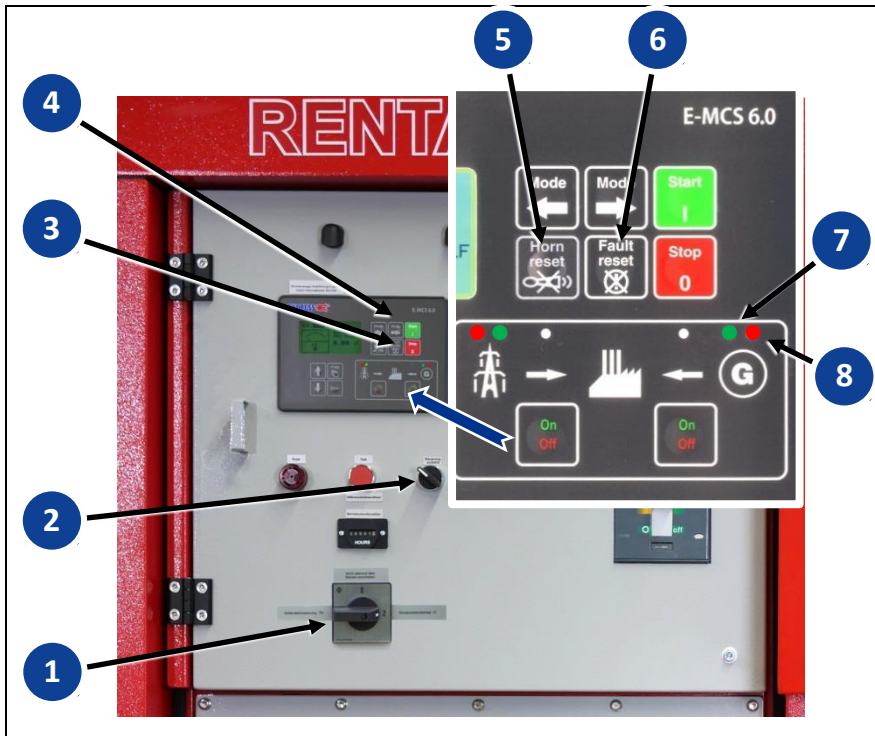

Abb. 6-2 Stromerzeuger starten und stoppen
2. STOP-Taste (Abb. 6-2-) einmal drücken. Der Motor geht in einen **Kühllauf** (Anzeige „Abkühlung“) und schaltet nach ca. zwei Minuten selbsttätig ab.
- ✓ Die Kontroll-LED (Abb. 6-2-**8**) leuchtet rot.
2. Schalten Sie den Warnton durch Drücken der Taste (Abb. 6-2-**5**) ab. Die Fehlermeldung bleibt dabei aktiv und gespeichert. Zum Deaktivieren der Fehlermeldung drücken Sie die Taste **6**.
- ✓ Die rote Kontroll-LED (Abb. 6-2-) erlischt.
Umschalter Betriebsart (Abb. 6-2- **1) NUR bei stillstehendem Stromerzeuger umschalten! (Version IT/TN)**